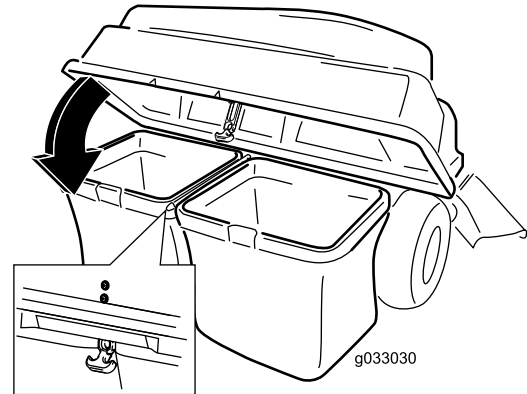

Figura 13
5. Baje la tapa del ensacador sobre las bolsas (Figura 13).